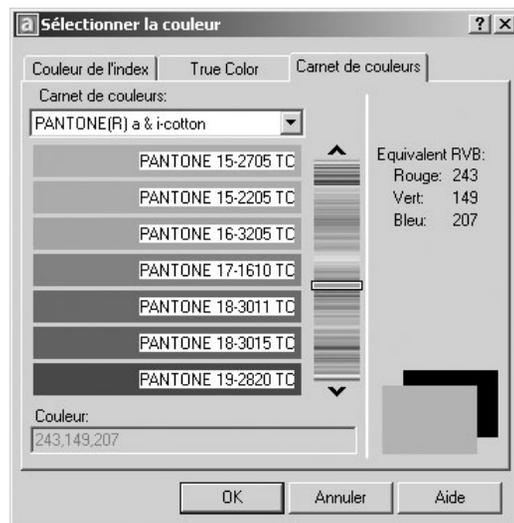

Fig.6.33
- ▶ **Carnet de couleurs** (Color Books): définit des couleurs en utilisant des carnets de couleurs tiers (comme PANTONE ou RAL) ou des carnets définis par l'utilisateur. Quand on sélectionne un carnet de couleurs, l'onglet **Carnet de couleurs** affiche son nom (fig.6.33).